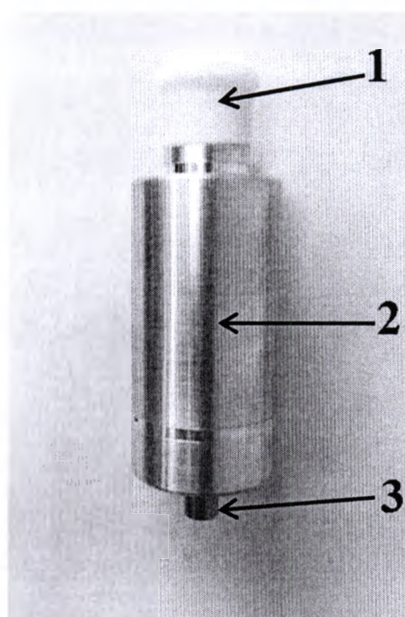

Рис. 12.19 – Волоконный адаптер (1 – защитный колпачок 1, 2 – корпус волоконного адаптера, 3 – защитный колпачок 2)
12.9.1.1 Прибор оснащен волоконным адаптером, служащим переходником между волоконным выходом прибора и разъемом SMA – 905 волоконного рассеивателя (рис.12.19).